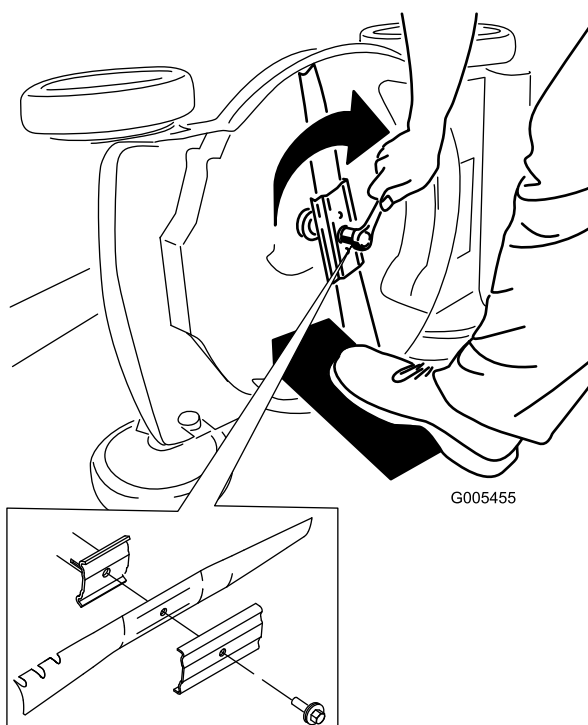

Рисунок 28
5. Установите новый нож, закрепив все крепежные детали (Рисунок 28).
- Поверните ручку регулировки против часовой стрелки, чтобы ослабить натяжку троса (Рисунок 28).
- Отрегулируйте натяжение тросов (Рисунок 28), потянув их назад или вперед, затем удерживайте в этом положении.